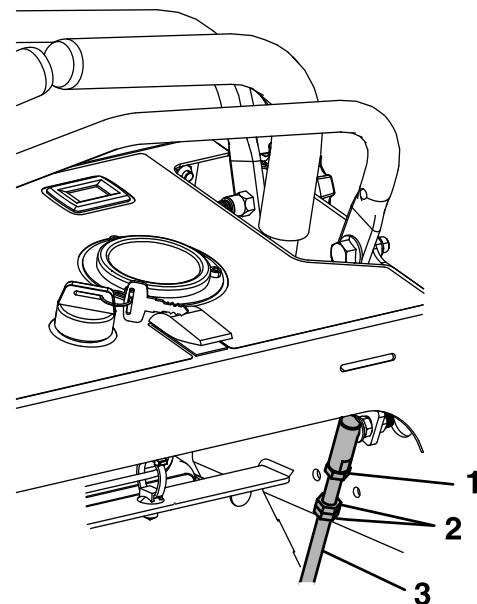

Figure 45
6. Desserrez l'écrou de blocage supérieur au bas du joint à rotule, comme montré à la Figure 45. Réglez la longueur de la tige de commande en tournant les deux écrous de blocage. Pour augmenter l'écart, tournez la tige de commande dans le sens antihoraire. Pour réduire l'écart, tournez la tige de commande dans le sens horaire.
5. Desserrez l'écrou de blocage supérieur à l'extrémité supérieure du joint à rotule sur le levier qui doit être réglé (voir Figure 45).